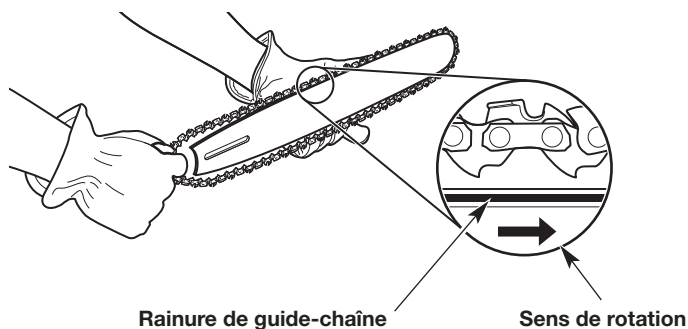

Fig. 30
2. Faites entrer la chaîne dans la rainure du guide-chaîne (Fig. 30). Assurez-vous que les couteaux pointent dans le bon sens de rotation (Fig. 30). Gardez une boucle de chaîne à l'extrémité arrière du guide-chaîne (Fig. 30).